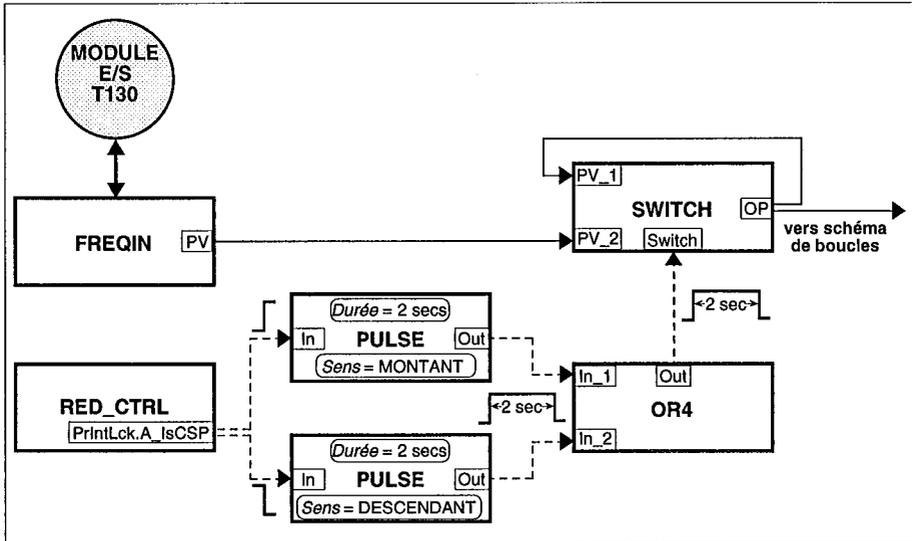

Figure 3-5 Suppression des lectures de fréquence immédiatement après le basculement
■ **Modules d'entrées/sorties T130.** La première lecture de fréquence d'un module d'entrées/sorties T130 après un basculement doit être supprimée (en situation idéale) dans la mesure où elle n'est pas fiable, en raison de la pause dans la mise à jour des blocs pendant le basculement. Vous pouvez le faire en configurant une logique adaptée dans la base de données du schéma de boucles - la figure 3-5 montre une configuration possible, en utilisant le paramètre d'interverrouillage logiciel *PrintLck* du bloc RED\_CTRL. Le bit *A\_IsCSP* de ce paramètre est VRAI, uniquement si l'unité centrale primaire est le primaire de démarrage à froid (CSP). Il change d'état — soit de VRAI à FAUX ou de FAUX à VRAI — en cas de basculement des unités centrales, parce que seul l'unité centrale de gauche peut être l'unité de démarrage à froid. L'un ou l'autre de ces fronts force l'un des blocs PULSE à sortir une impulsion de 2 secondes qui est appliquée (par l'intermédiaire d'un bloc OR4) au bloc SWITCH. Lorsque l'impulsion est FAUSSE (fonctionnement normal), l'entrée du bloc FREQIN passe directement dans le schéma de boucles. Lorsque l'impulsion est VRAIE (après un basculement), l'entrée est ignorée, et la valeur de fréquence transmise au schéma de boucles à chaque scrutation est maintenue à sa dernière valeur "bonne".